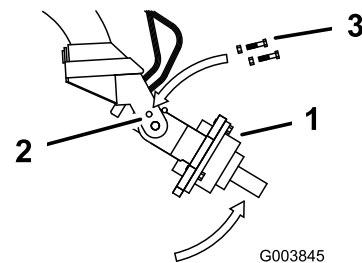

Figure 1
2. Tournez la tête d'entraînement de la tarière manuellement jusqu'à ce qu'il soit possible d'introduire deux boulons dans les trous de chaque côté des bras du berceau pour fixer la tête d'entraînement. Fixez chaque boulon avec un écrou (Figure 1).